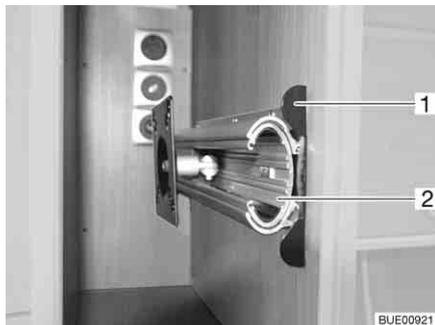

Fig. 105 Supporto nel mobiletto porta TV
- Premere verso l'interno il listello di sblocco (Fig. 105,1).
- Estrarre interamente la base estraibile (Fig. 105,2).
- Inserire la base estraibile Fig. 105,2), finché il listello di sblocco (Fig. 105,1) non si arresta a scatto.